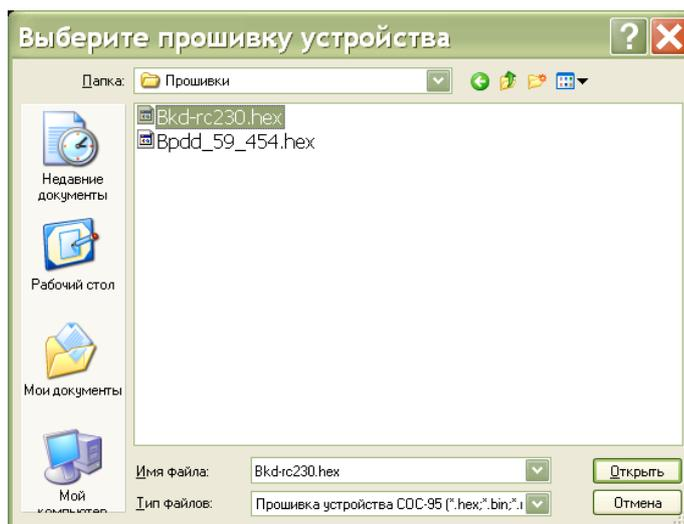

Рисунок 19 - Выбор «прошивки»
7) Затем в открывшемся окне выбрать файл программы «прошивки» с расширением HEX, которую требуется записать в БКД-МЕ, и нажать кнопку «Открыть» (рисунок 19).